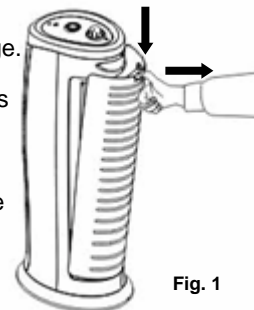

Fig. 1
1. Appuyez sur le verrou de la grille d'entrée d'air et retirez-la de l'appareil. (Fig.1)